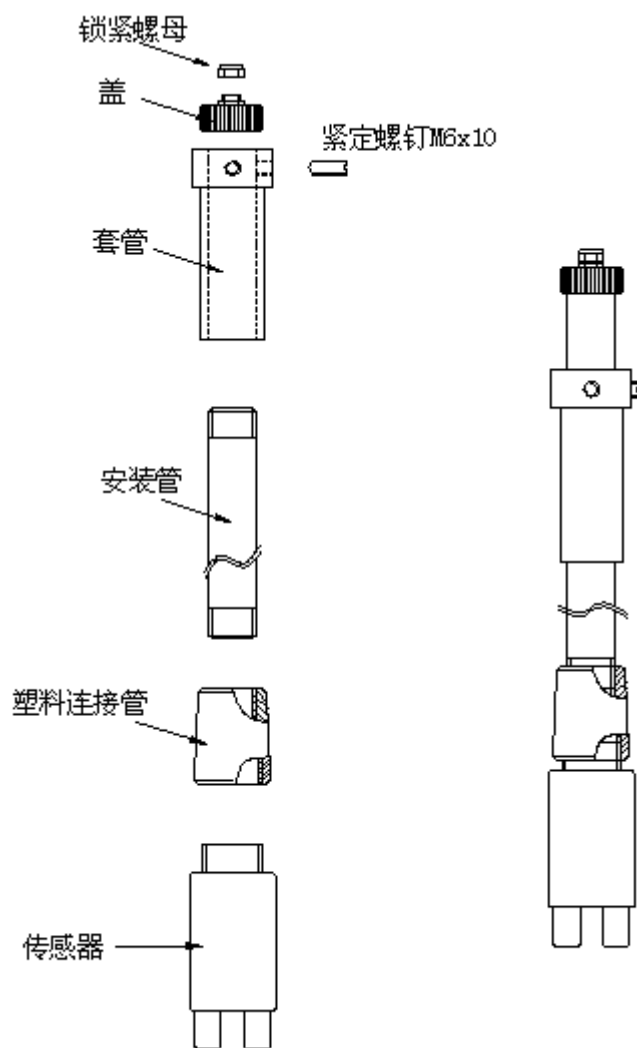

图 2-6 传感器支架安装示意图
2、将浸没式传感器的电缆和清洗气管依次穿过塑料连接管、安装管、套管、盖和锁紧螺母；将浸没式传感器的螺纹与塑料连接套的螺纹孔相接并拧紧；塑料连接套则与安装管相连；然后将安装管穿过套管，根据现场测量深度通过两个紧定螺钉将套管固定在安装管上的合适位置；将盖与安装管拧紧，防止雨水和其他物质进入安装管；将锁紧螺母拧紧，固定电缆和清洗气管。传感器与安装管安装完成后如图 2-6 右图所示。